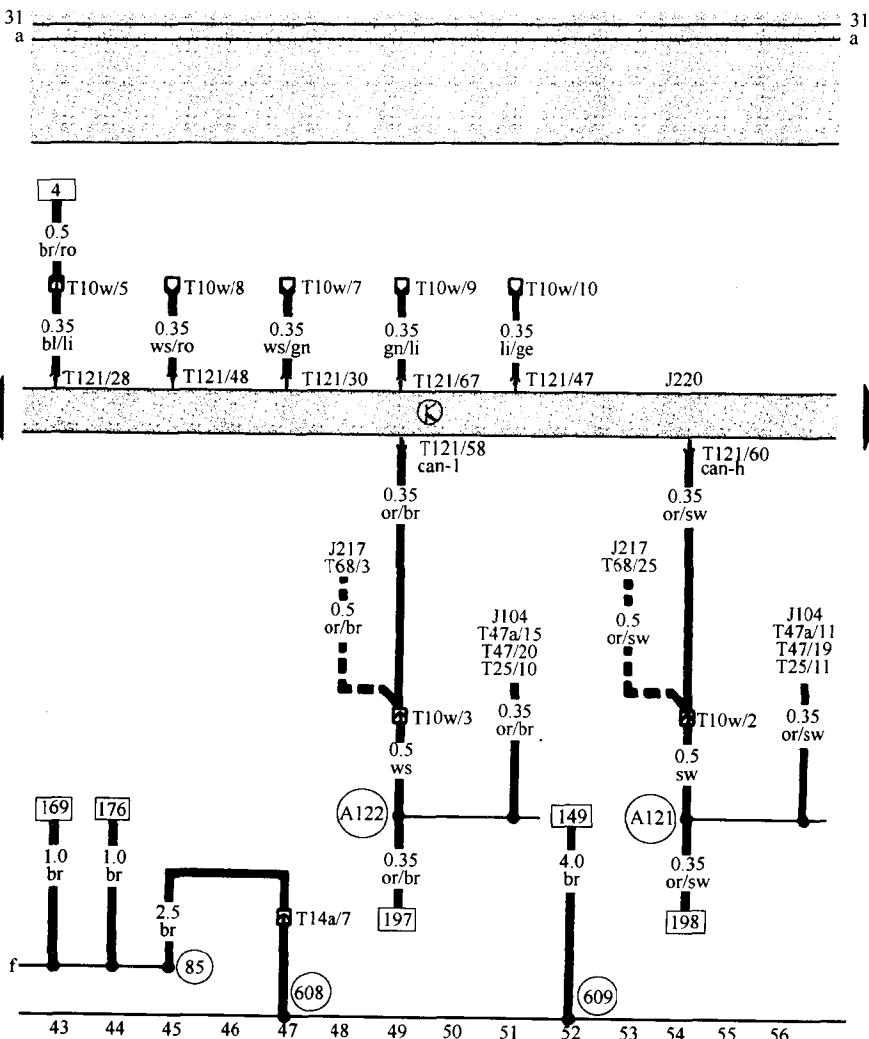

图 1-7 ARZ 发动机控制单元电路图
⑤ 连接 在发动机线束内...
⑤ 连接(87) 在发动机线束中
(7) 多点喷射控制单元(ARZ发动机)(如图 1-7 所示)